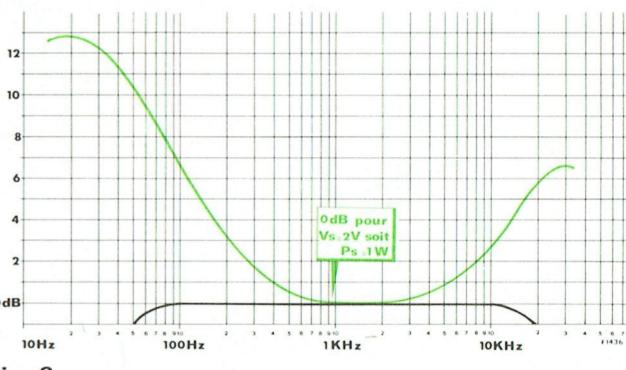

Fig. 6
- L'action de la commande « LINEAIRE » est donnée par l'allure de la courbe fig. 6.